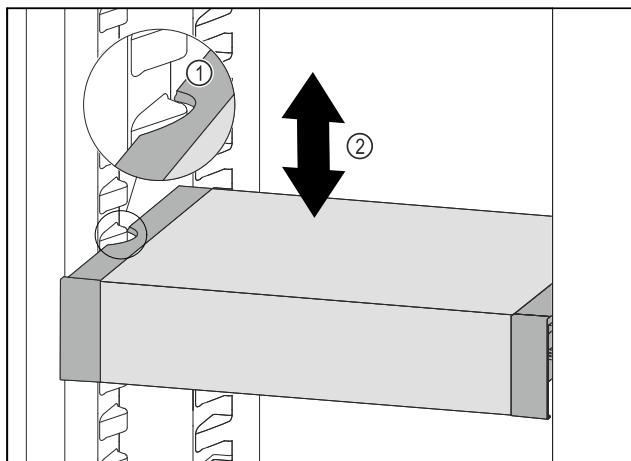

Fig. 93
- ▶ Тяните VarioSafe вперед, пока боковые выемки VarioSafe не окажутся на высоте выступа резервуара в холодильном отделении. Fig. 93 (1)
- ▶ Двигайте VarioSafe в холодильном отделении вверх или вниз, пока не будет достигнута требуемая высота. Fig. 93 (2)